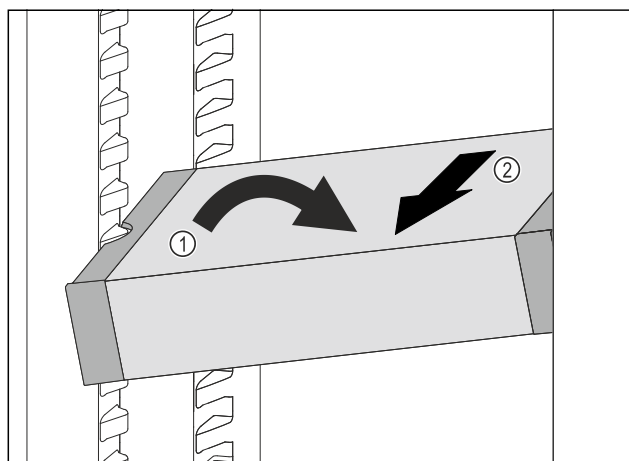

Fig. 132
- ▶ Predal VarioSafe postavite v hladilniku postrani. Fig. 132 (1)
- ▶ Predal VarioSafe izvlecite v smeri naprej. Fig. 132 (2)